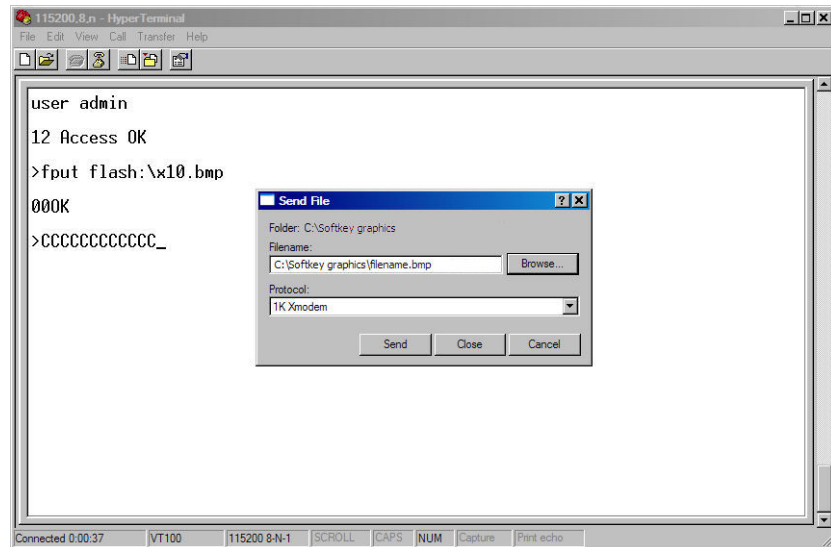

Figura B-9: Casella di dialogo Send File (Invia file)
4. L'IND560 comincia a inviare caratteri C (visibili in Figura B-9) per indicare che si tratta di una comunicazione seriale con il PC.
5. Accesso al trasferimento I menu Send File (Invia file). Nella casella di dialogo che viene visualizzata (Figura B-9), ricercare il file di immagine da caricare e selezionarlo. Nella casella di selezione Protocol (Protocollo), scegliere 1K Xmodem.